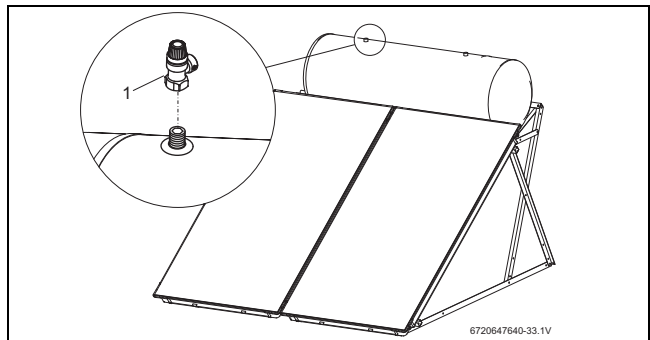

Fig. 78 Montar la válvula de seguridad de la parte solar
- ▶ Montar la válvula de seguridad (2,5 bar) (Fig. 78, [1]) para la parte superior del acumulador.